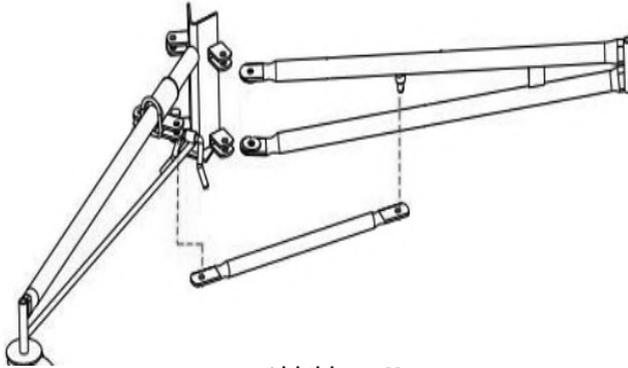

Abbildung 11
- Befestigen Sie die Bodenverbinder mit Hilfe von Unterlegscheiben $\varnothing 12$, Splinten $\varnothing 2,5 \times 25$ und Schrauben an Bodenschenkel und Jochring wie in Abb. 11 gezeigt.